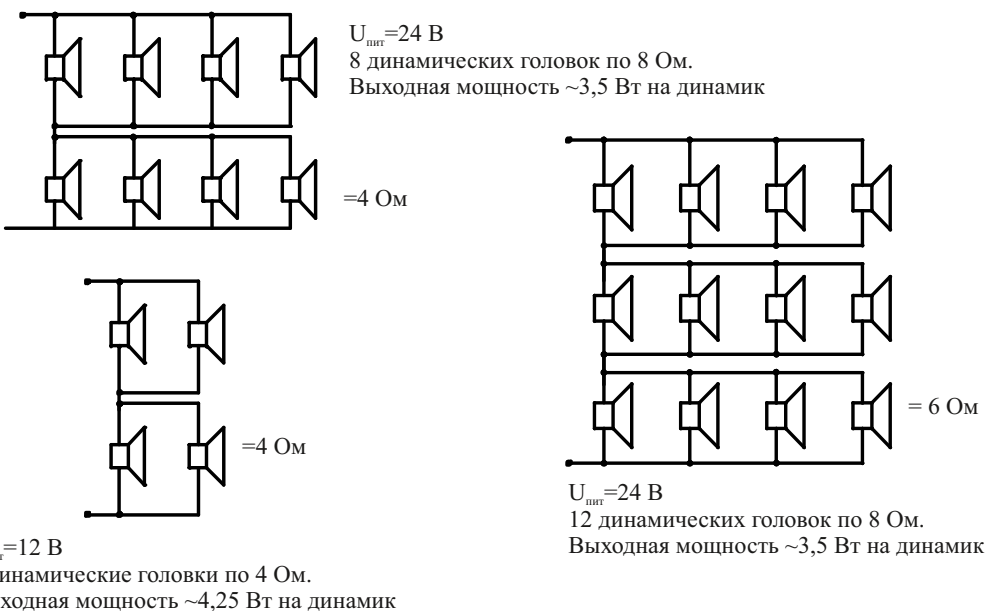

Рисунок 3
- г) запомненное сопротивление выходной цепи акустических модулей, Ом (Рисунок 3).